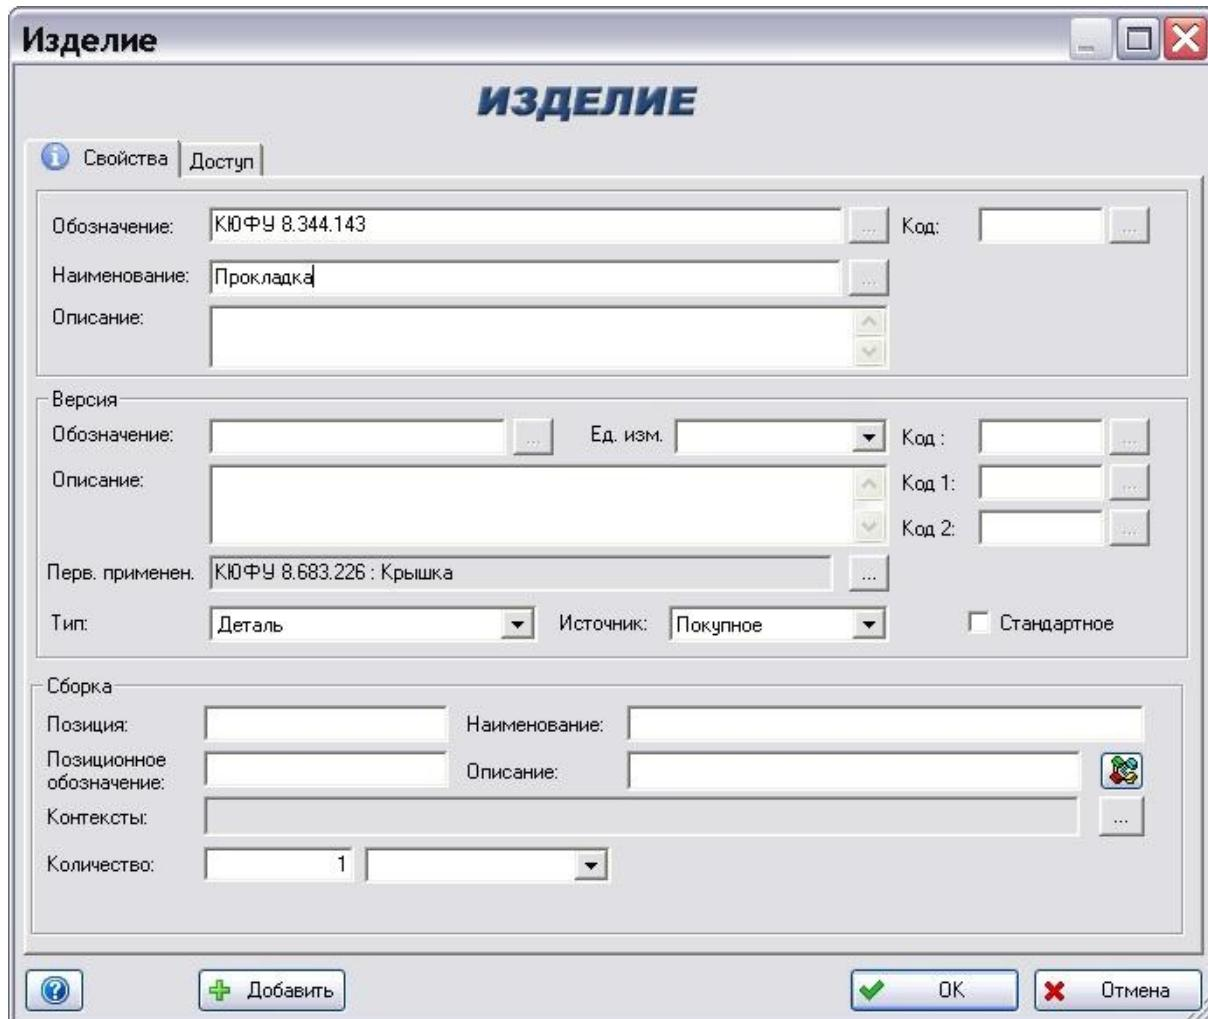

Рис. 41
3. В появившемся окне **Изделие** введите информацию об изделии (Рис. 41).